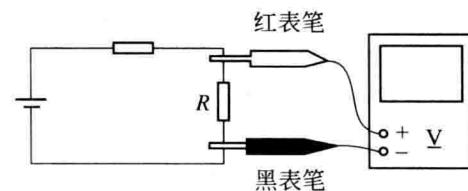
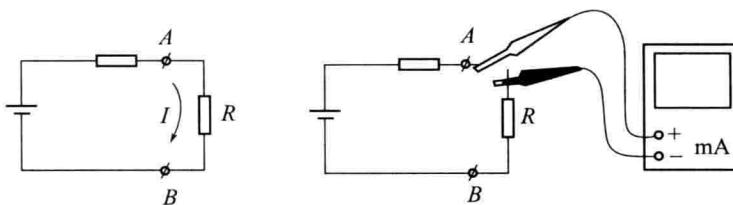

图 1-4 直流电压测量
图 1-5 直流电流的测量
① 转换开关旋至“V”挡位，正确选择量程，所选量程应大于被测电压，若不知被测电压大小时，则应先以最大量程试测，然后逐次旋至适当量程上（使指针接近满刻度或大于 $2/3$ 满刻度为宜）。
② 万用表并联接于被测电路，且注意极性不可接反，即红表笔接高电位端，黑表笔接低电位端，如图 1-4 所示。如果误用交流电压挡去测直流电压，由于万用表的接法不同，读数可能偏高一倍或者指针不动。
③ 正确读数。在标有“—”或“DC”符号的刻度线上读取数据。
① 转换开关旋至“V”挡位，正确选择量程，其方法与测直流电压相同。若误用直流电压挡去测交流电压，则表针在原位附近抖动或根本不动。
② 万用表并联接于被测电路，没有极性之分。
③ 正确读数。在标有“~”或“AC”符号的刻度线上读取数据。
① 转换开关旋至“mA”挡位，正确选择量程，方法与测量交直流电压时相同。
② 万用表串接于被测电路中，并注意极性不能接反，红色表笔一端插入标有“+”号的插孔，另一端接被测量的正极；黑色表笔一端插入标有“-”号的插孔，另一端接被测量的负极，即应使电流从红表笔端流入，由黑表笔端流出（图 1-5）。